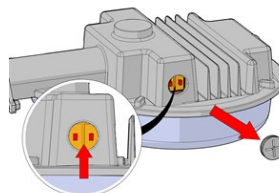

Figure 2
1. Si un CCT ou une puissance différente est nécessaire, retirez le knockout clair. Faites glisser chaque interrupteur au réglage souhaité et remplacez la fiche de conduit en toute sécurité. (figure 2)